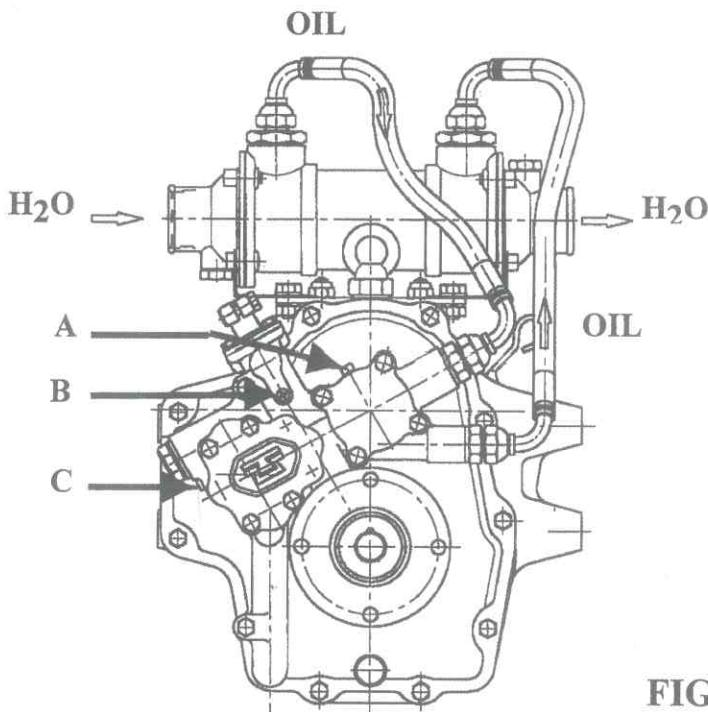

FIG.1
- La presión del aceite en los embragues, medida a 1000 revoluciones/minuto del motor con la marcha puesta y una temperatura del aceite de aproximadamente 60°C, tiene que estar comprendida entre 19 y 21 bares. Las conexiones para el manómetro son de M6x1 y están colocadas según indica la fig.1, en las tomas A (marcha adelante) y C (marcha atrás).